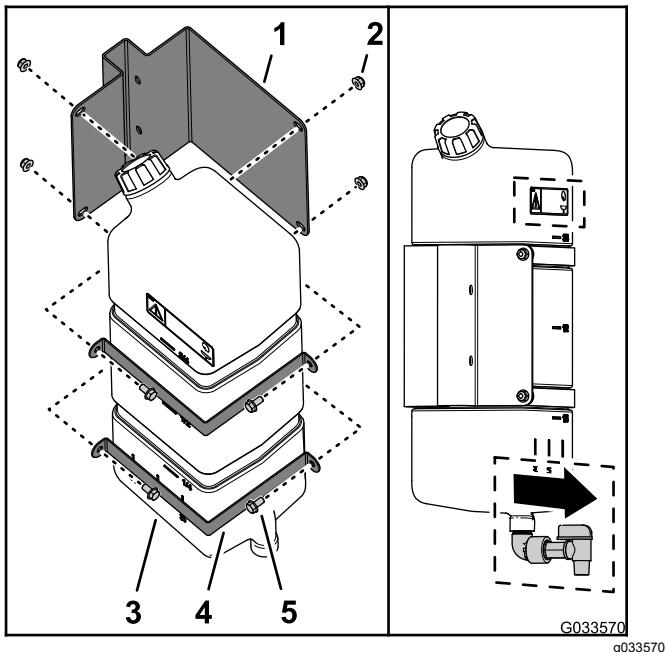

Figura 45
- Monte o depósito de água limpa na montagem do depósito com as duas correias de montagem, quatro parafusos de cabeça flangeada (5/16 pol. x $\frac{5}{8}$ pol.) e quatro porcas flangeadas (5/16 pol.) como se mostra na Figura 45.